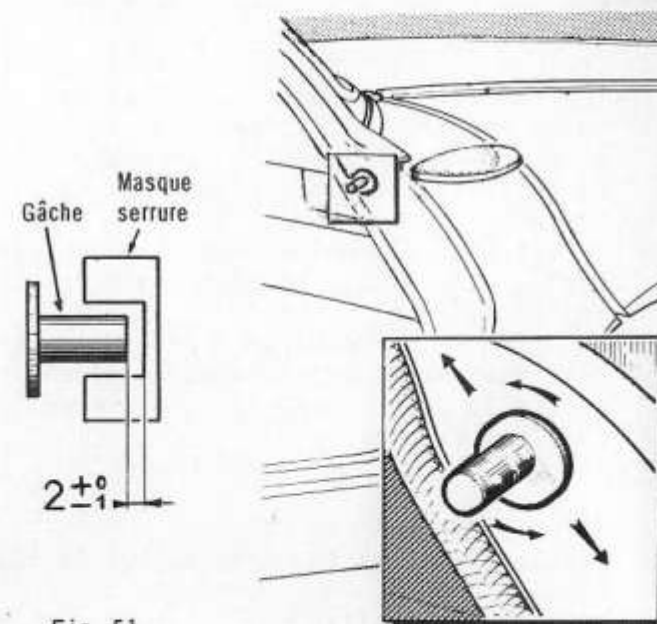

Fig. 51
Positionner le téton (2) soit en faisant pivoter la gâche sur elle-même, soit en la déplaçant verticalement dans sa boutonnière (fig.51). La gâche est correctement positionnée lorsque la porte ferme normalement et sans battement.